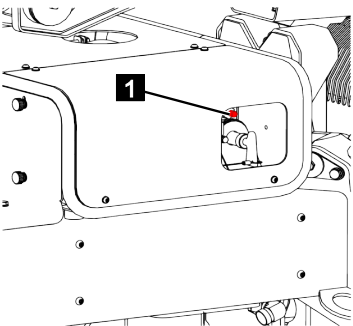

Fig. 135
6. Tourner la vanne d'activation (Fig.135/1) à fond dans le sens des aiguilles d'une montre.